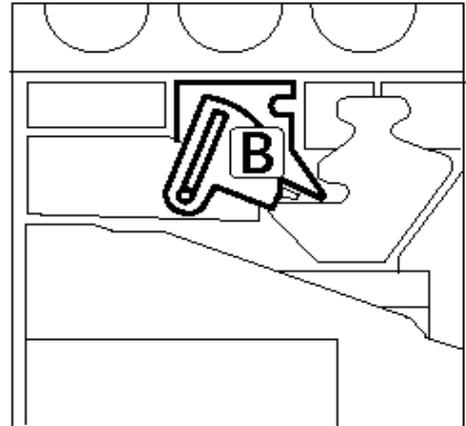
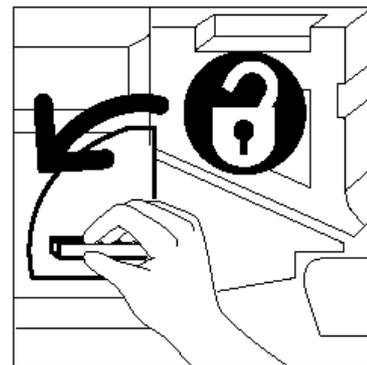

Fig. 28: Levetta di rilascio (B)
Fig. 29: Rilascio della cartuccia di copiatura/ stampa
- 2 Ruotare in senso antiorario (nella posizione di sblocco) la levetta di rilascio dorata (area B) della cartuccia di copiatura/stampa, come illustrato in Fig. 28 e Fig. 29.
NOTA: la “B” raffigurata sul dispositivo di rilascio in Fig. 28 si trova sulla cartuccia.